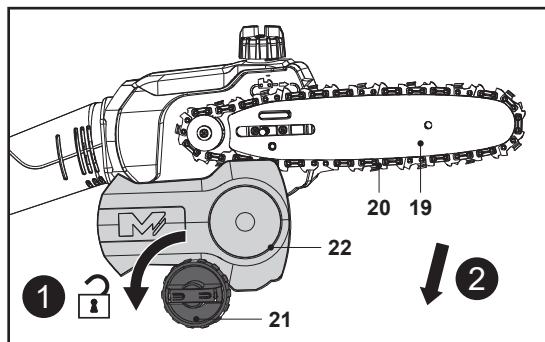

Rys. 4
1. Przed użyciem urządzenia zdjąć osłonę prowadnicy (18) z łańcucha tnącego (20) oraz prowadnicy (19) (rys. 4).
2. Odłożyć osłonę prowadnicy (18) w bezpieczne miejsce.